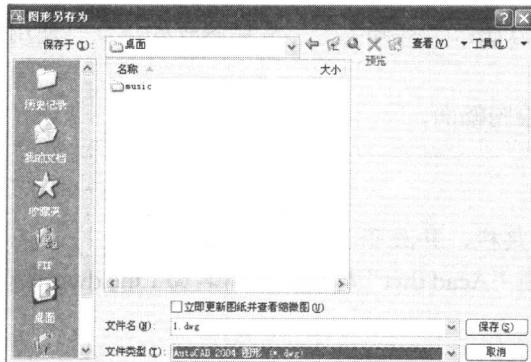

图1.8 “图形另存为”对话框
(3) 保存图形 单击菜单【文件】→【保存】，系统将弹出“图形另存为”对话框，如图1.8所示，指定保存的文件名称(1.dwg)、类型和路径(桌面)，单击“保存”，即可将图形文件1保存到桌面上。
(6) 图形另存为 单击菜单【文件】→【另存为】，系统将弹出“图形另存为”对话框，如图1.8所示，我们指定保存的文件名称(2.dwg)、类型和路径(桌面)，单击“保存”，即可将图形文件2.dwg保存到桌面上。
(7) 退出AutoCAD 2006 通过如下任意一种方式退出AutoCAD。